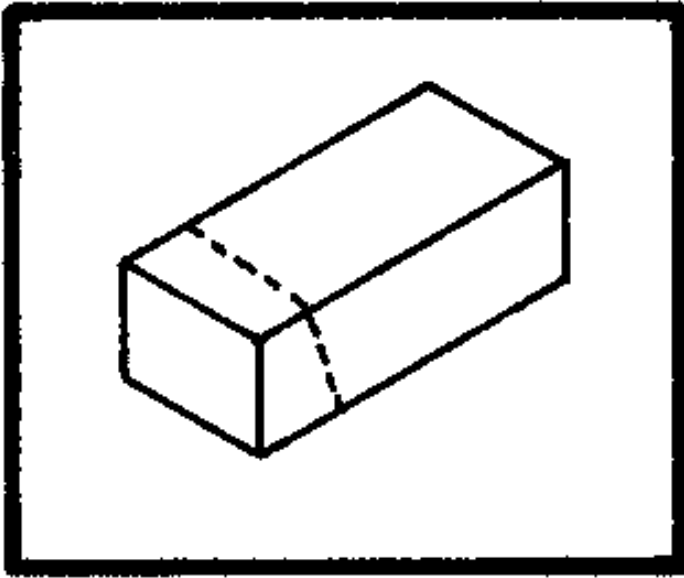

**Fig. 14 - Side Break**
54. Side Breaks (See Fig. 14.)